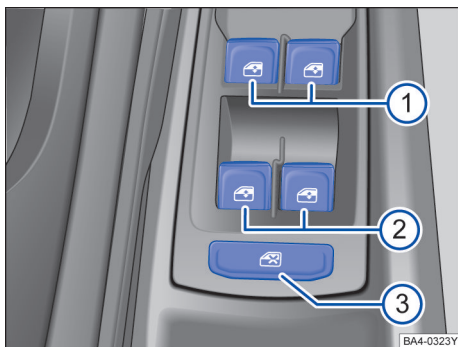

图 64 在驾驶员侧车门内：前部和后部车窗升降器的按钮
→ 图 64 的图例：
：安全按钮 → 图 64③ 停用后门车窗控制按钮。这时按钮中的黄色指示灯亮起。